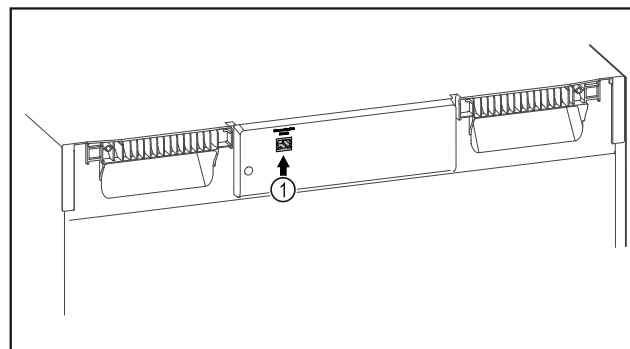

Fig. 86
- ☐ El SmartModule Fig. 86 (1) está colocado.